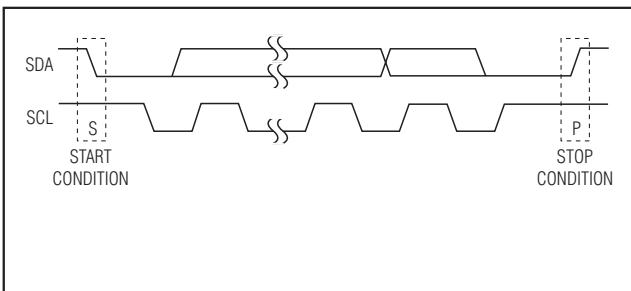

図2. STARTおよびSTOP状態
転送はそれぞれ、マスタが送信するSTART状態、それに後続するMAX7326の7ビットスレーブアドレスおよびR/Wビット、1バイトまたは複数バイトのデータバイト、および最後のSTOP状態から構成されています(図2)。
インタフェースがビジーでない場合は、SCLおよびSDAはともにハイ状態を維持します。SCLがハイの間に、マスタはSDAをハイからローに遷移させて、START (S)状態で転送開始を通知します。マスタはスレーブとの通信を終了すると、SCLがハイの間に、SDAをローからハイに遷移させて、STOP (P)状態を発行します。この時、バスは別の転送に対して開放されています(図2)。